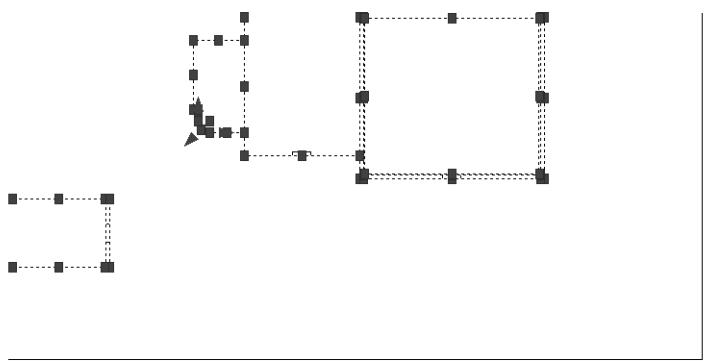

Рис. 6.22 ▶ Объекты, подлежащие перемещению на слой **Высота 720**
10. Получив набор выделенных объектов, представленный на рис. 6.22, отпустите **Shift** и переместите все выделенные объекты на слой **Высота 720**.